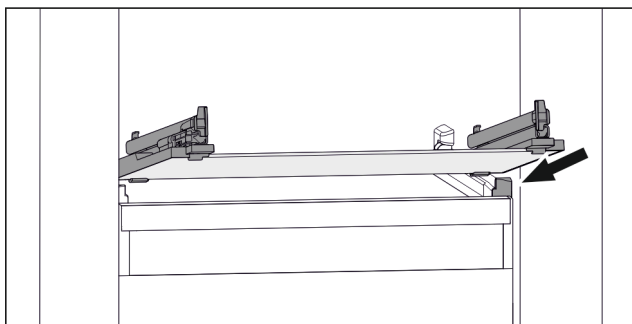

Fig. 150 Примерное отображение стеклянной пластины
- Наклоняя вниз, установите стеклянную пластину за стопоры. (см. Fig. 150)